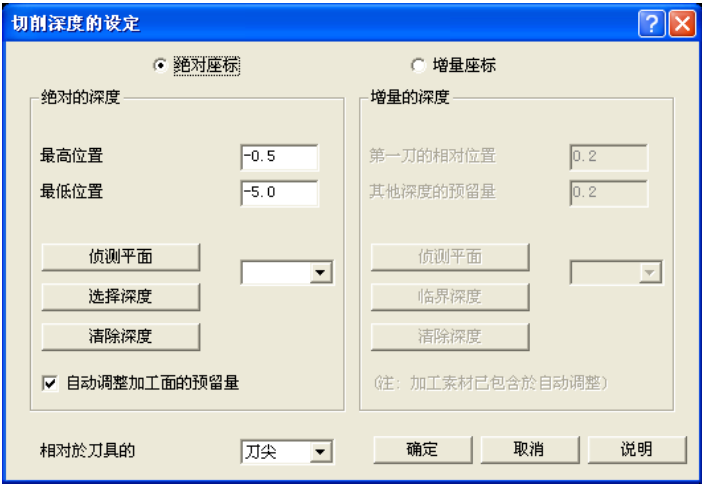

图 1-48 切削深度的设定
6) 单击“切削深度”，弹出“切削深度的设定”对话框，点选“绝对坐标”，输入最高位置：-0.5、最低位置：-5.0，勾选“自动调整加工面的预留量”，单击“确定”退出，如图 1-48 所示。